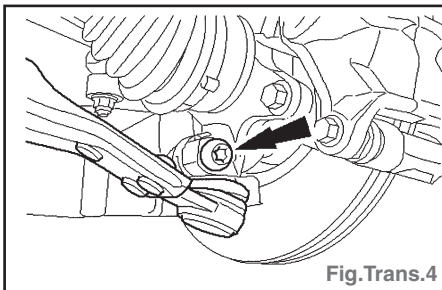

Fig. Trans.4
- Déposer l'écrou et la vis de bridage de rotule de bras inférieur (Fig. Trans.4).